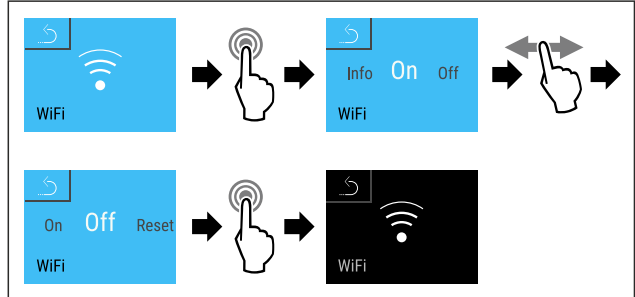

Fig. 120
- ▶ Seguir los pasos de procedimiento (consulte Fig. 120) .